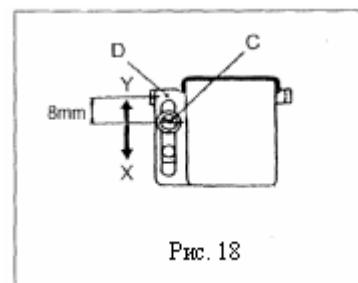

Рис. 18
Когда игольный стержень находится в крайнем верхнем положении, расстояние между концом рычага нитепрятгивателя (A) и центром винта крепления должно составлять 75 мм. Это является стандартным положением нитепрятгивателя. Чтобы увеличить натяжение игольной нити, ослабьте винт (B) и сдвиньте рычаг нитепрятгивателя игольной нити в направлении (Y). Чтобы уменьшить натяжение игольной нити, сдвиньте рычаг в направлении (X). Если посредством этой процедуры отрегулировать натяжение игольной нити не удается, ослабьте винт (C) и сдвиньте устройство “D” в направлении Y или X. Проверьте натяжение игольной нити. Обычно, чтобы увеличить натяжение игольной нити, следует сдвинуть устройство “D” в направлении Y, а чтобы уменьшить - в направлении X (см. Рис. 18).